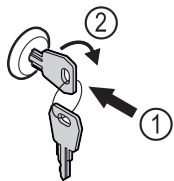

Fig. 167
- ▶ Introduceți cheia prin apăsare Fig. 167 (1).
- ▶ Rotiți cheia cu 90° în sensul acelor de ceasornic Fig. 167 (2).